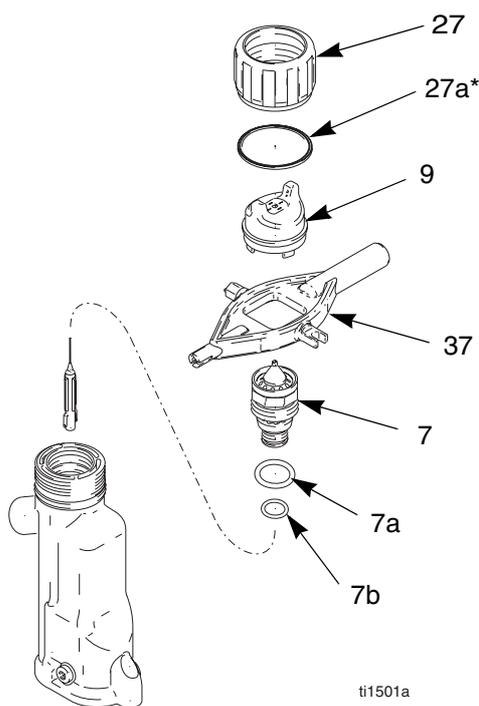

Abb. 11. Luftkappe/Düse auswechseln
2. Haltering (27) und Luftkappe (9) entfernen. Siehe Abb. 11.
3. Pistole nach oben richten und abziehen. Gleichzeitig die Materialdüse (7) mit dem Multifunktionswerkzeug (37) entfernen.